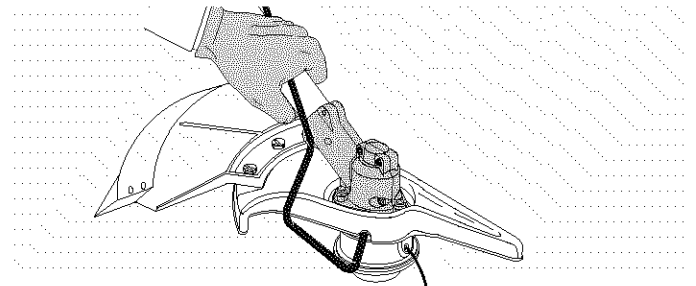

Fig. 6
2. Sostenga la varilla de cierre en su lugar junto al brazo de la unidad (Fig. 6).